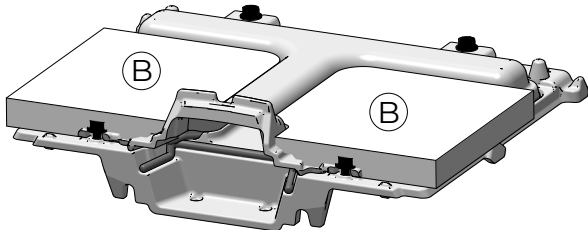

Fig. 7.13
| 8 | Placer la nouvelle plaque arrière sur les panneaux d'isolation arrière (B) (Fig. 7.13) |